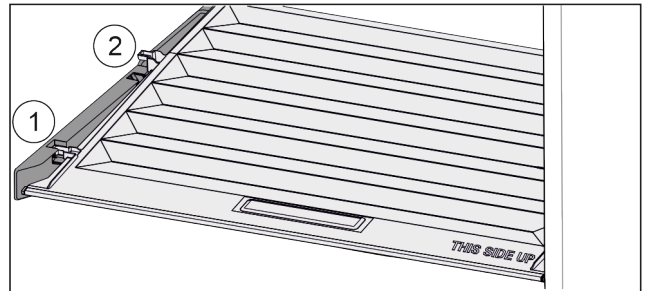

Fig. 128
- Tirare in avanti il coperchio fino all'apertura nei fermi Fig. 128 (1).
- Sollevare posteriormente dal basso e togliere verso l'alto Fig. 128 (2).